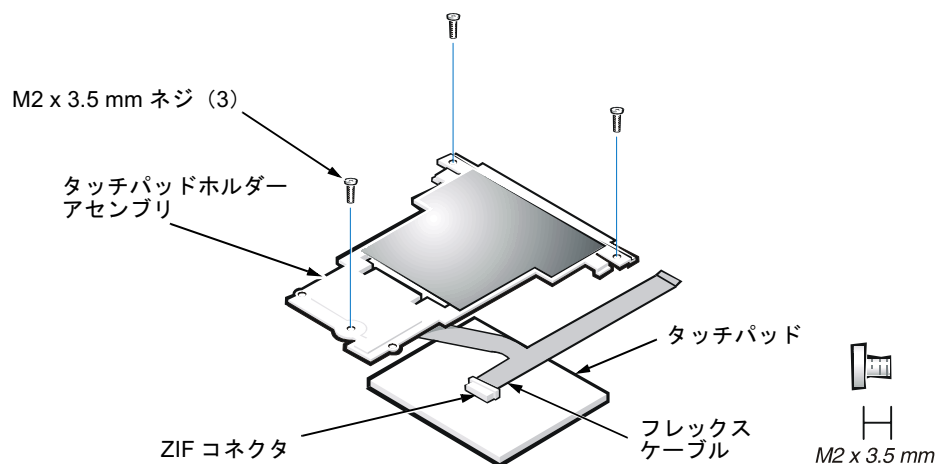

図 16 タッチパッドの取り外し
5. タッチパッドアセンブリとパームレストアセンブリを固定している 3 本の M2 x 3.5 mm ネジを取り外します (図 16 参照)。
8. タッチパッドの背面にある ZIF コネクタからフレックスケーブルを取り外します (図 16 参照)。